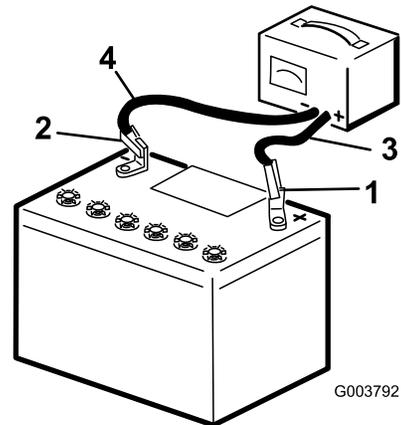

Figura 30
3. Cargue la batería durante 10 a 15 minutos a 25–30 amperios, o durante 30 minutos a 4–6 amperios (Figura 30).
4. Cuando la batería esté completamente cargada, desconecte el cargador de la toma de electricidad, luego desconecte los cables del cargador de los bornes de la batería (Figura 30).